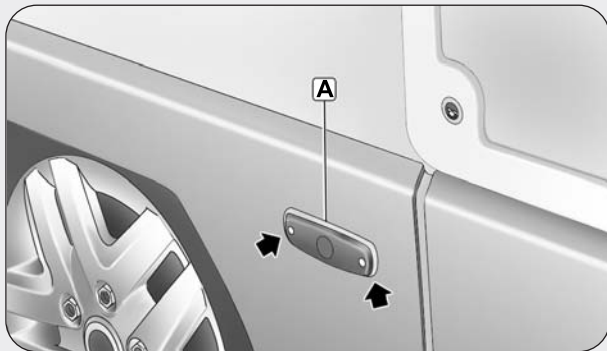

fig. 8
- ❑ Svitare le due viti di fissaggio del trasparente **A** - **fig. 8** e rimuoverlo.